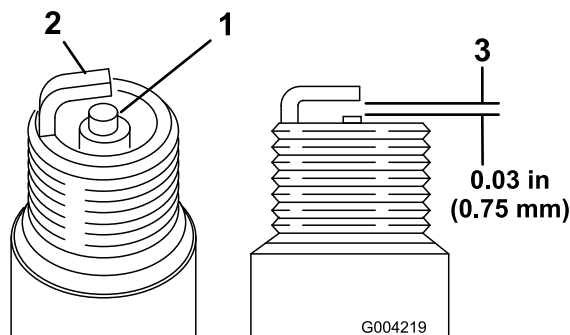

Bild 51
1. Sehen Sie sich die Mitte der Zündkerzen an (Bild 51). Wenn der Kerzenstein hellbraun oder grau ist, ist der Motor richtig eingestellt. Eine schwarze Schicht
2. Prüfen Sie den Abstand zwischen den mittleren und seitlichen Elektroden (Bild 51).
3. Verbiegen Sie die seitliche Elektrode (Bild 51), wenn der Abstand nicht stimmt.